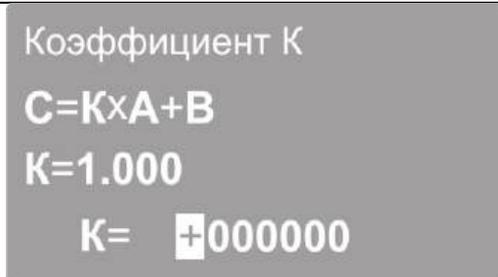

Рисунок 17 - Ввод коэффициента К.
1. Кнопками ▲ и ▼ установите маркер на пункт меню «Коэффициент К» и нажмите кнопку **ВВОД/СТАРТ**, на дисплее отобразится поле ввода значения коэффициента К (Рисунок 17).